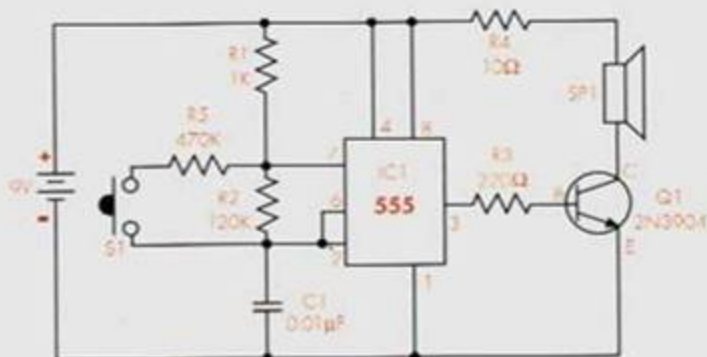

Figura 1. Diagrama esquemático
- 1 • Arme en el protoboard el circuito que aparece en el diagrama esquemático de la figura 1. Puede usar como guía el diagrama pictórico. Recuerde que puede montar los componentes en cualquier orden, a excepción de la batería, la cual debe conectarse de último. Revise la orientación del circuito integrado, de tal modo que sus pines no queden invertidos.